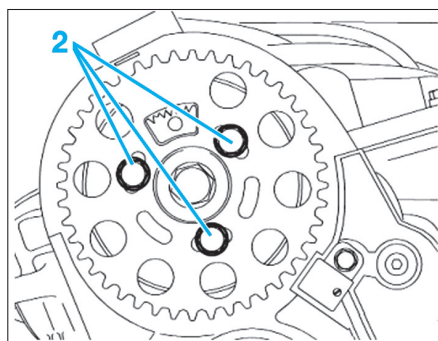

Fig. 9
- [3]. Clé à ergots (réf 3387) (Fig.9).
- [4]. Goupille de blocage (Ø 3 x 50 mm) (réf T10115) (Fig.9).
- Desserrer les vis de fixation (2) de la roue dentée d'arbre à cames, jusqu'à ce que l'on puisse tourner la roue dentée dans ses trous oblongs (Fig.9).